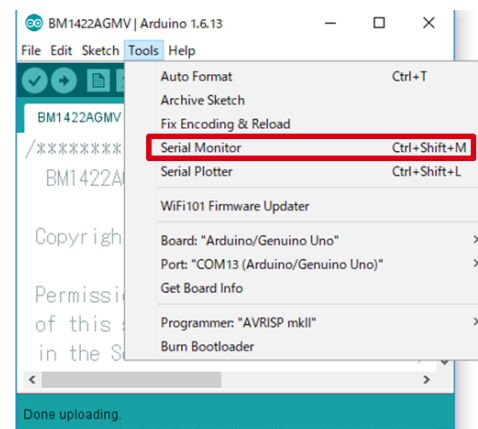

図 6 Tools 設定
4. [Tools]->[Serial Monitor]を起動 (図 6)